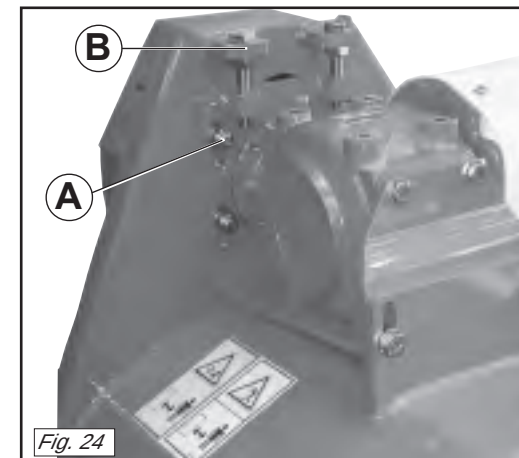

Fig. 24
- Lossa skruvarna som håller övre axeln för remskivan (A Fig. 24).
- Med skruvarna (B Fig. 24) höjs axeln upp igen tills remmarna har korrekt spänning.
- Dra åt skruvarna som låser remspännaren (A Fig. 24).